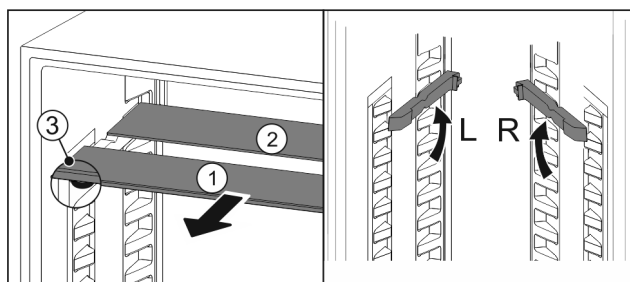

Fig. 131
- Glasplaten afzonderlijk vanaf de voorkant eruit trekken Fig. 131 (1).
- ▷ Glasplaat Fig. 131 (1) met sierlijst ligt voor.
- ▷ Stops Fig. 131 (3) zijn naar onder gericht.